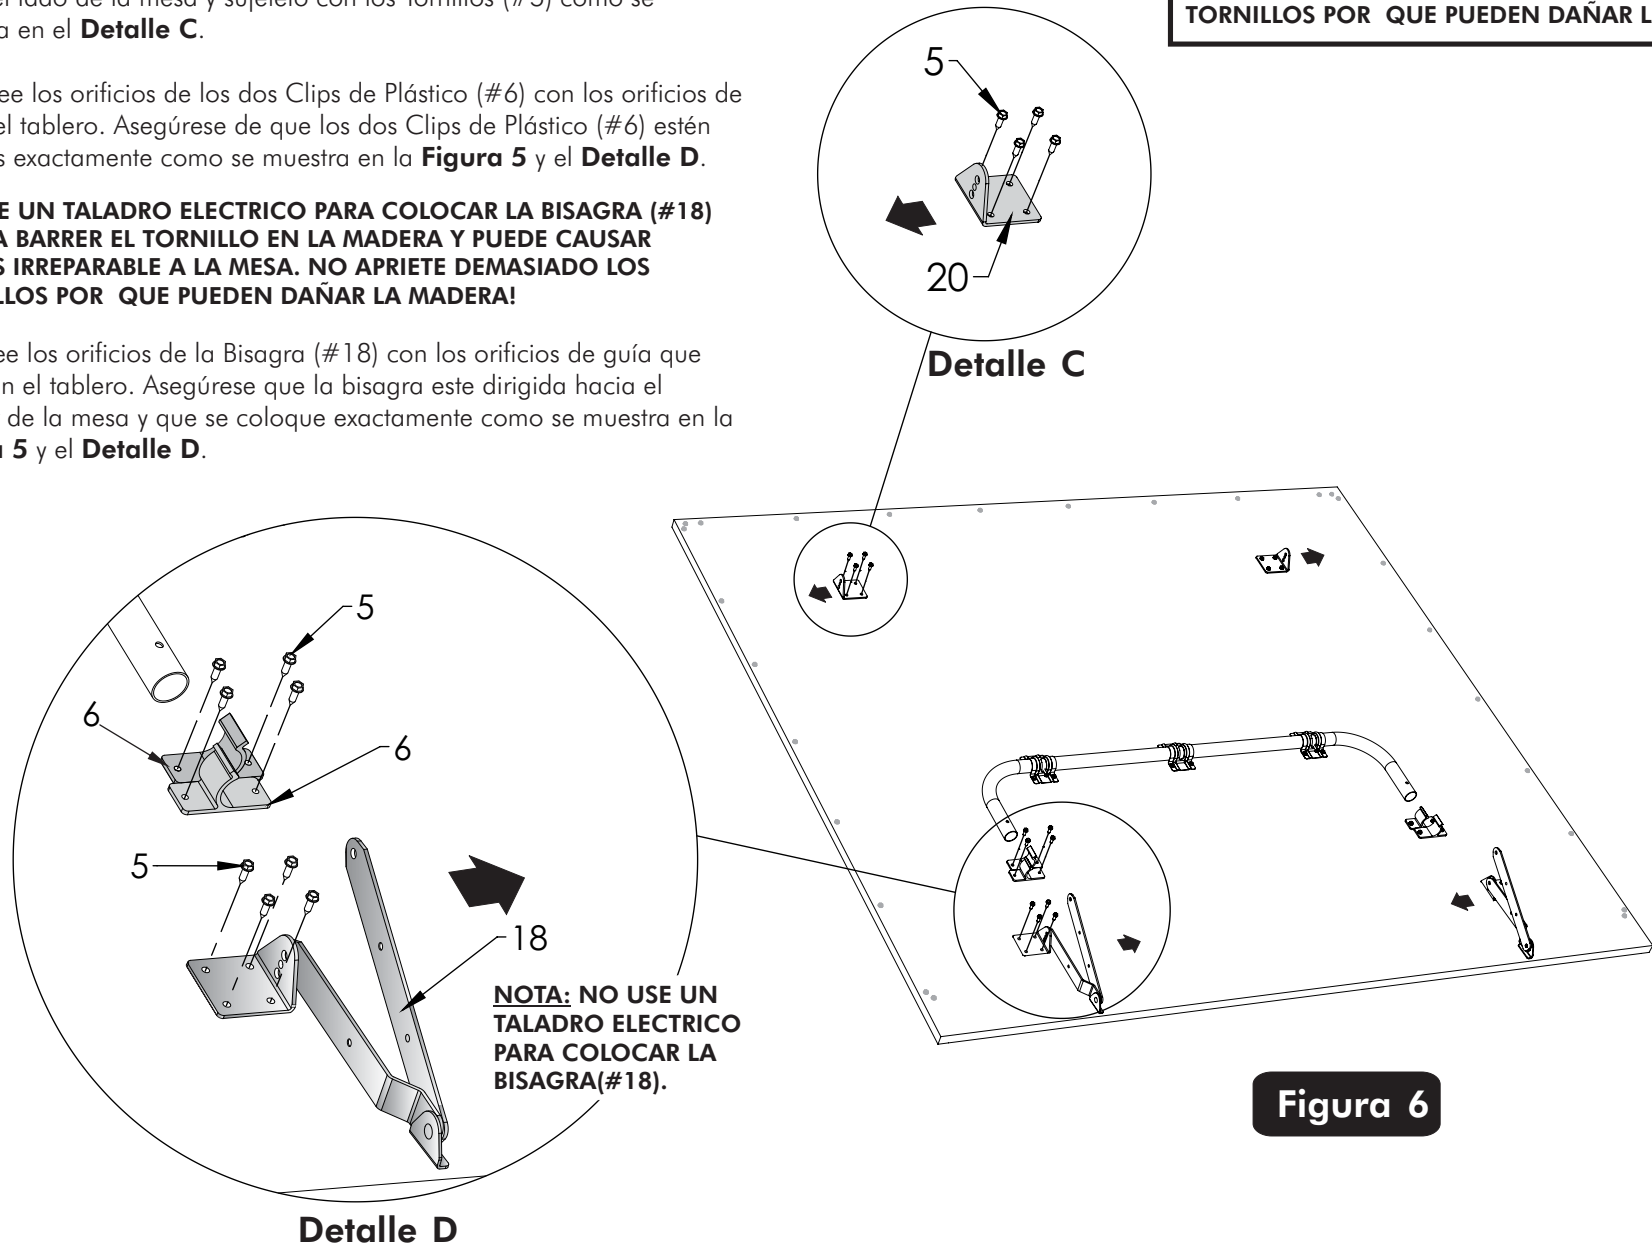

Figura 6
10. Ensamble las partes a la base del tablero con los Tornillos (#5) como se muestra en la **Figura 6, Detalle C y Detalle D.**